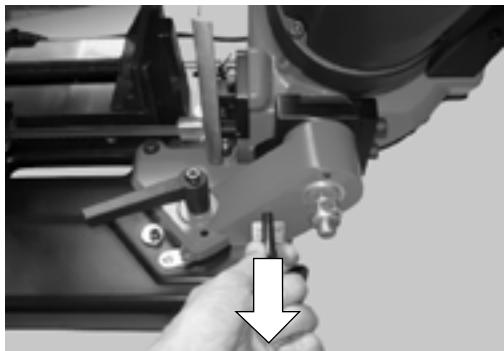

Fig. 3
Para levantar el cabezal de corte a la posición superior, simplemente retire el perno (B), tirando de él hacia atrás (Fig. 3).